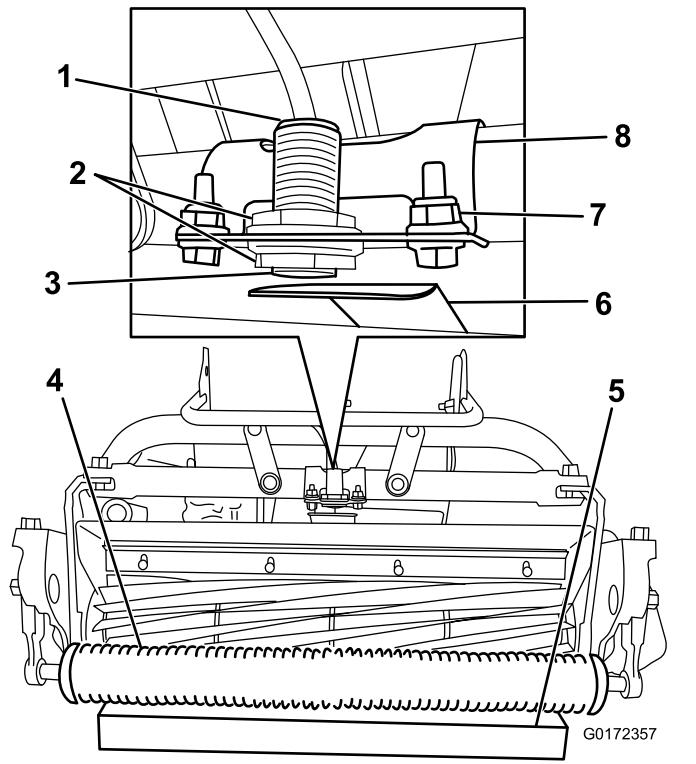

Figura 17
4. Coloque un bloque de 3,8 cm debajo del rodillo de la unidad de corte delantera (Figura 17).
5. Afloje las fijaciones que sujetan el soporte del sensor al bastidor (Figura 17).
8. Gire el soporte del sensor hacia la placa de objetivo hasta que se encienda la luz en la parte superior del sensor (Figura 17). Si la luz ya estaba encendida, gírela alejándolo de la placa de objetivo hasta que se apague y, a continuación, en dirección inversa, hasta que se encienda de nuevo.
2. Afloje las contratuerças del sensor y ajuste el sensor, de modo que se encuentre visible 1 rosca después de la contratuerca inferior (Figura 17).